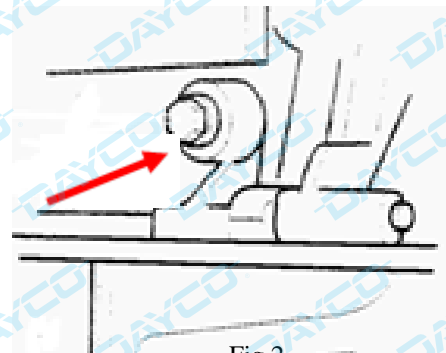

Fig.2
- Vuelva a montar la tapa, apretándola con un par de 20 Nm. (Fig. 2).